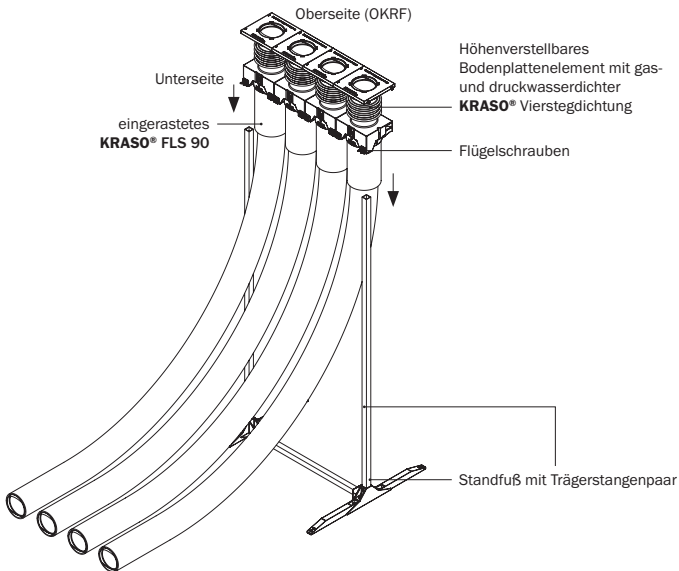

Abbildung 6.1: Bodenplattenelement mit FLS 90 Aufstellvorrichtung auf Trägerstangenpaar aufschieben
6. Montage Bodenplattenelement (s. Abbildung 6.1)